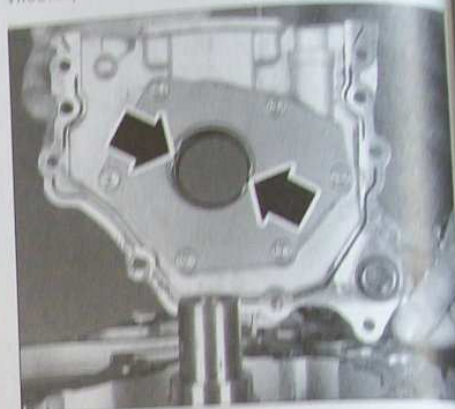

FIG. 20
- Appliquer soigneusement de la pâte d'étanchéité sur le plan de joint de la pompe à huile, sur le vilebrequin en engageant les deux méplats de la pompe sur ceux du vilebrequin (Fig. 20).